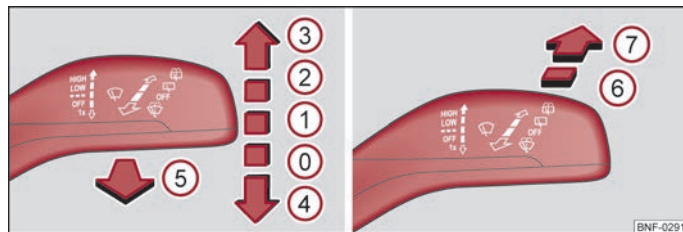

Bild 29 Manövrera vindrutetorkare/bakrutetorkare
Torkarspaken ⇒ bild 29 har följande lägen:
- Tryck spaken från ratten till läge ⑥ ⇒ bild 29, torkaren körs var 6:e sekund.
- Tryck vindrutetorkarspaken till läge ④ ⇒ bild 29, vindrutetorkarmen åker till serviceläget.
- Slå till tändningen och tryck vindrutetorkarspaken till position ④ ⇒ bild 29, vindrutetorkarmen åker till grundläget.